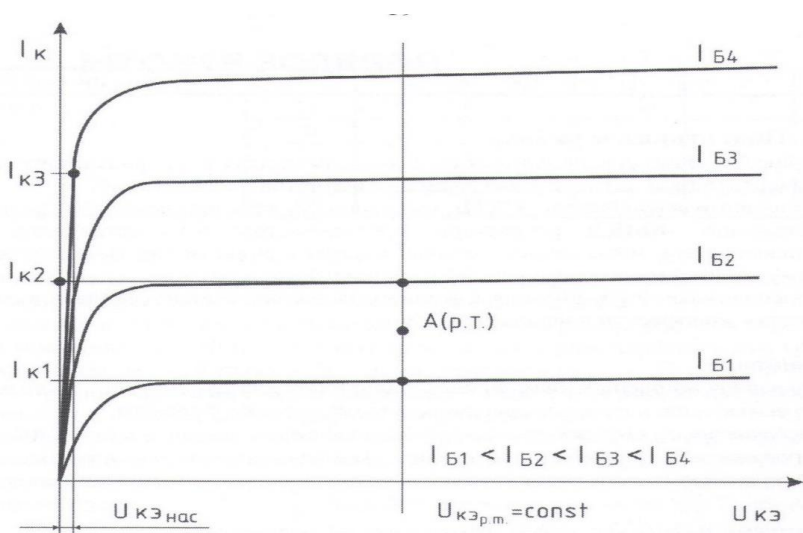

Рисунок 2.7 Определение параметров транзистора в схеме с общим эмиттером графическим методом
Для определения коэффициента передачи тока в режиме малого сигнала  $h_{21э}$  на графике выходных характеристик транзистора обозначают рабочую точку **A** (рис. 2.7). Семейство выходных характеристик в области рабочей точки
На рис. 2.7 также показано как при заданных значениях тока базы  $I_{B4}$  и тока коллектора  $I_{k3}$  определить напряжение насыщения коллектор-эмиттер  $U_{кэ\text{ нас}}$ . Транзистор насыщается благодаря введению в базу тока, большего чем  $I_k / h_{21э}$ .
4.5 По графикам выходных характеристик определите, как показано на рис. 2.7 напряжение насыщения коллектор-эмиттер  $U_{кэ нас}$  при токе базы  $I_b = 80$  мкА и токе коллектора  $I_k = 3$  мА и занесите его значение в табл. 2.4. Сравните полученное значение со справочным. Проанализировав графики полученных
40 мкА, как показано на рис. 2.7 и используя выражение (2.3). Занесите полученное значение в табл. 2.4.